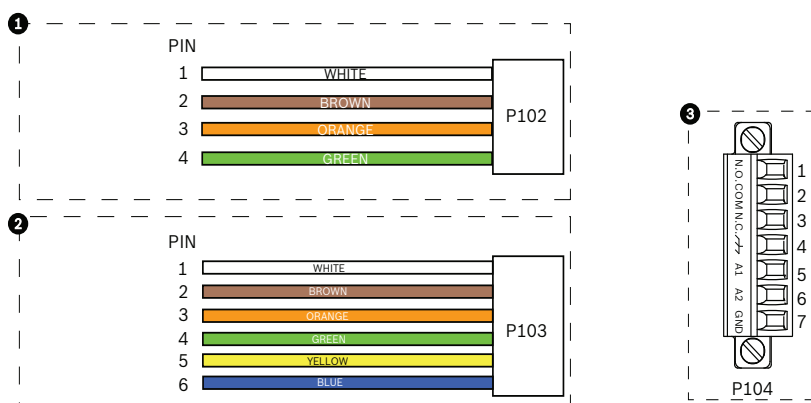

Figure 3.13 Connecteurs d'alarme et de relais
5. Pour brancher des alarmes et des relais supervisés, reliez les fils correspondants à leurs bornes du connecteur P104 de la carte d'interface pour tube (reportez-vous à la *Figure 3.13*, ci-dessus). En outre, reportez-vous au Chapitre 5 : Connexions des alarmes et des relais, pour de plus amples informations sur le câblage des alarmes et des relais.